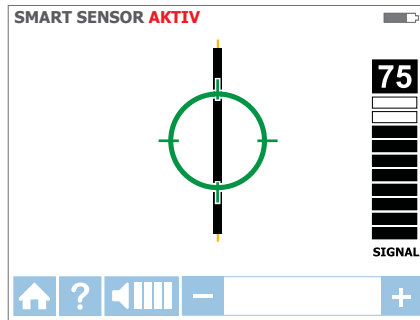

Abbildung 3.1f: Empfänger direkt über der Leitung
5. Ein grünes Fadenkreuz zeigt an, dass sich der Empfänger direkt über dem Leiter befindet. Falls der Empfänger sich nicht auf den Leiter „fixiert“ (erkennt), vermindern Sie die Empfindlichkeit mit der „-“-Taste am Bedienfeld oder stellen Sie den Sender zur präzisen Verfolgung auf Übertragung im Signalmodus LOW ein (Abbildung 3.1f).